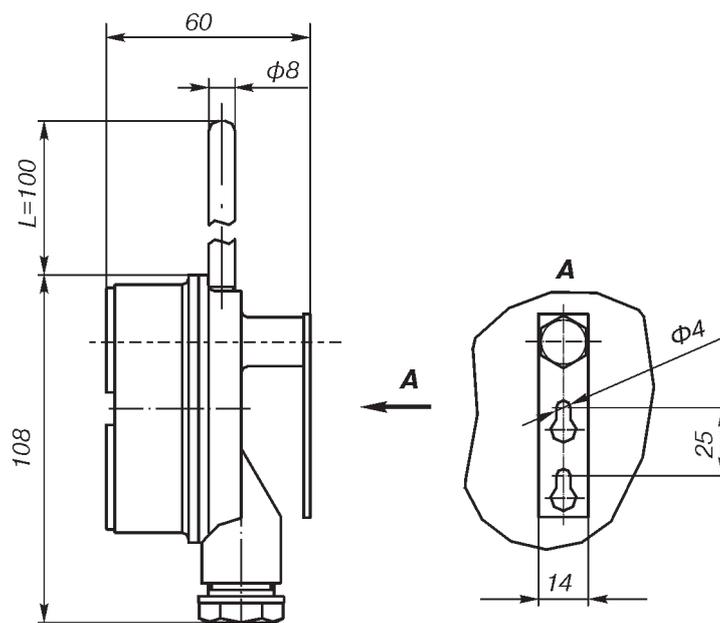

Рис.4.
**Назначение:** термопреобразователи сопротивления платиновые **ТСП Метран-205, ТСП Метран-206** по рис.4 предназначены для измерения температуры воздуха в помещениях различного назначения.
**04** по рис.4